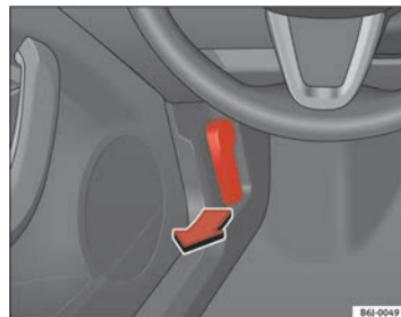

Fig. 111 Manipulo de abertura do capô do motor
- Puxar o manípulo que se encontra por baixo do painel de instrumentos ⇒ **fig. 111** no sentido indicado pela seta. O capô fica destrancado pela acção da mola ⇒ .